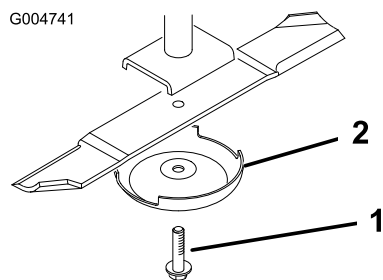

Figure 83
3. Enlevez le boulon, la coupelle de protection et la lame de l'axe de pivot (Figure 83).